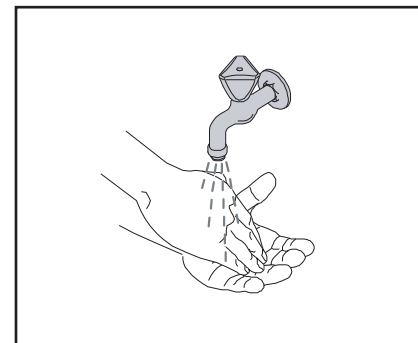

Fig. 3
1. Vask hænderne, før du rører ved en produktpakke (fig. 3).